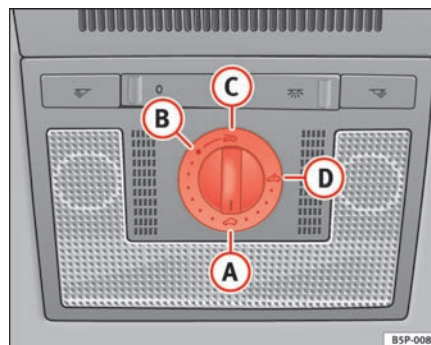

Fig. 70 Udsnit af soltaget: drejekontakt til skyde-/vippetag
- Drej kontakten til position **A** ⇒ fig. 70 ⇒ .